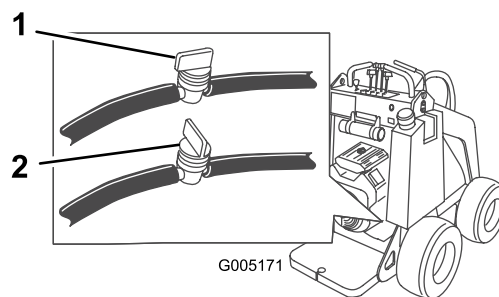

Figure 29
2. Fermez le robinet d'arrivée de carburant au bas du réservoir de carburant (Figure 29).
3. Fermez le robinet d'arrivée de carburant dans le flexible situé au bas du réservoir de carburant (Figure 29).
8. Ouvrez le robinet de carburant dans le flexible situé au bas du réservoir de carburant, comme illustré à la Figure 29.